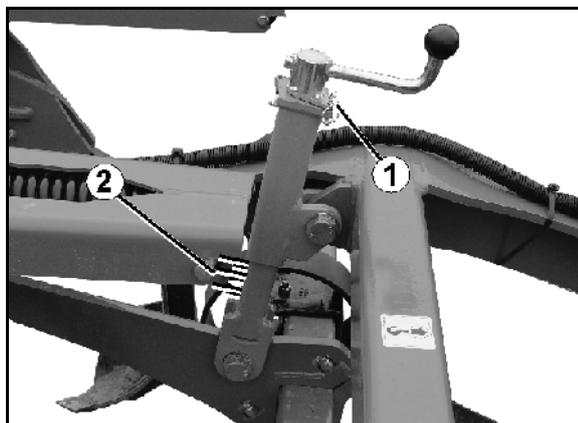

Fig. 22
1. Retirez la goupille (Fig. 22/1).
- A fins d'indication, les unités de réglage comportent une échelle (Fig. 22/2).